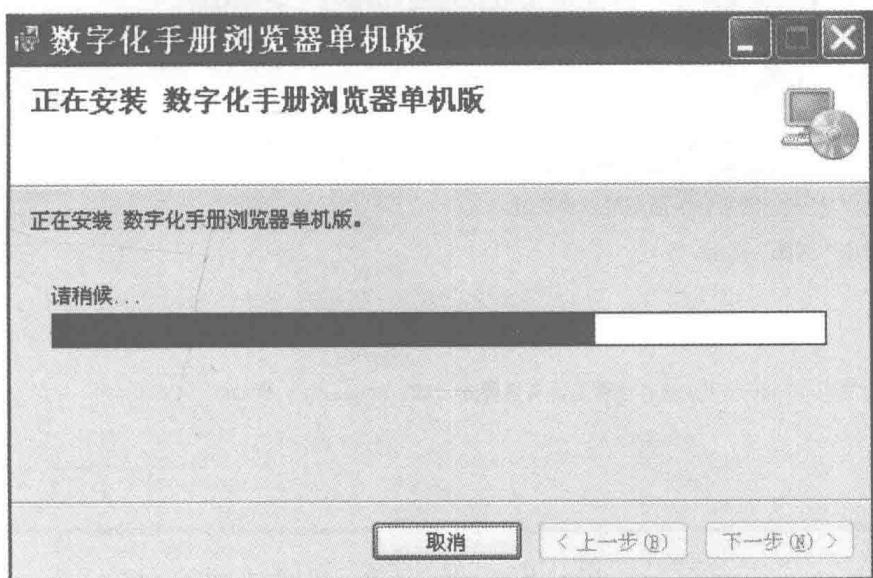

图 1-8 安装过程
7) 在安装过程中, 安装向导显示图 1-8 所示的安装过程, 在此期间, 用户可随时单击“取消”按钮取消当前的安装。